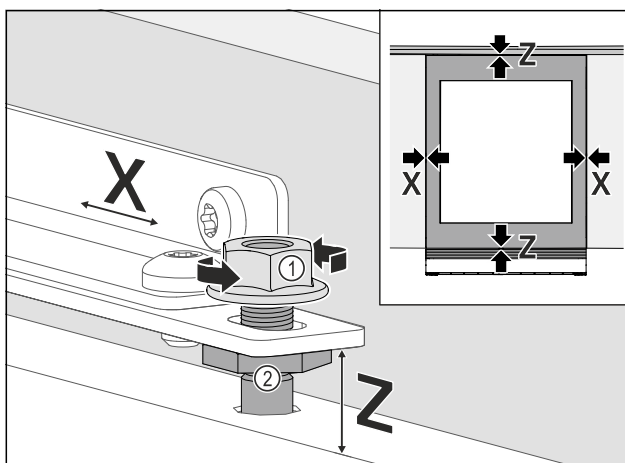

Fig. 102
- Πλευρική ευθυγράμμιση πόρτας επίπλου: Λύστε το κόντρα παξιμάδι Fig. 102 (1), μετακινήστε την πόρτα επίπλου προς την κατεύθυνση X.
- Σφίξτε τα κόντρα παξιμάδια Fig. 102 (1).
- Ευθυγράμμιση πόρτας επίπλου σε ύψος Z και ως την πλευρική κλίση: Ρυθμίστε τον πείρο ρύθμισης Fig. 102 (2).